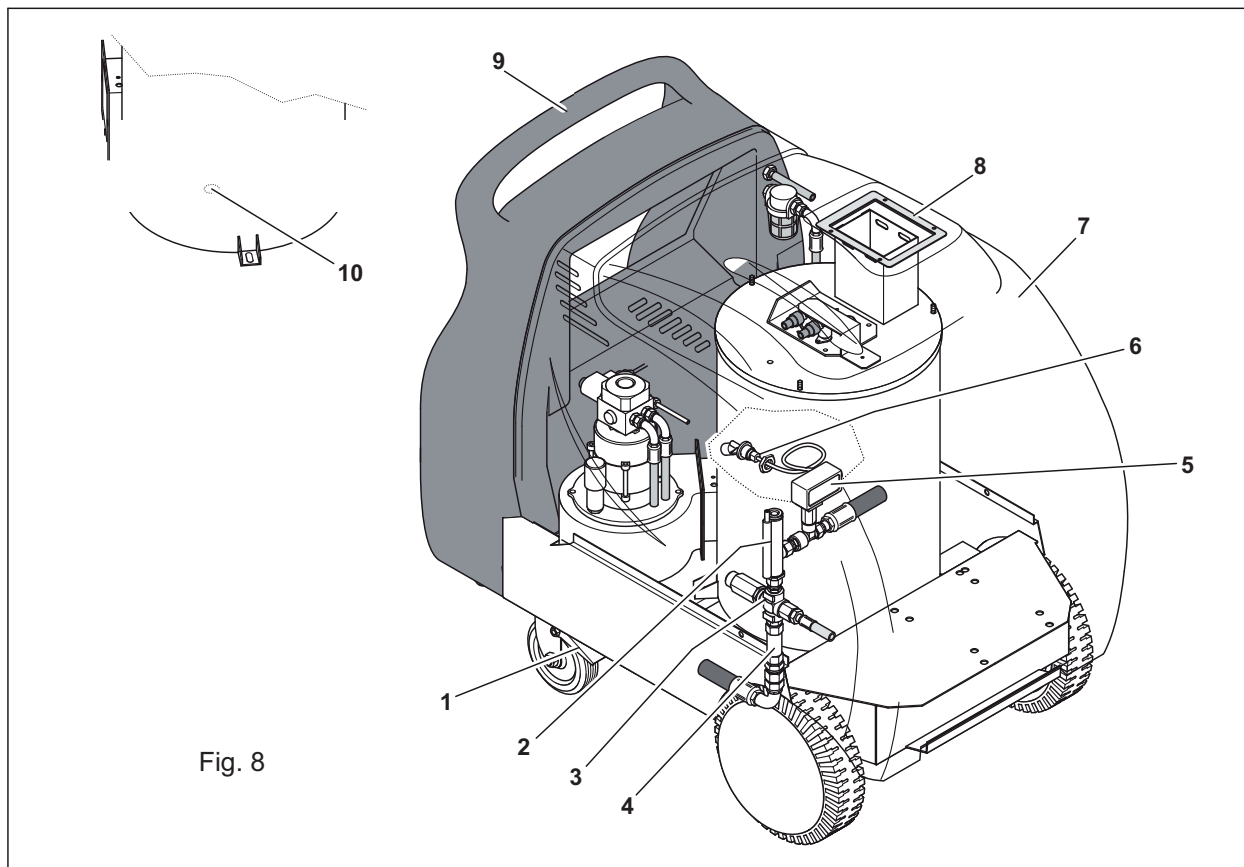

Fig. 8
- 1.7.1 Dispositifs de sécurité contre le manque d'eau:** c'est le pressostat qui est vissé sur la pompe haute pression (fig. 8 pos. 2) et empêche que le brûleur se mette en fonction quand il y a un manque d'eau dans le circuit de chauffage ou de haute pression.
*Version de série:* si pour une raison quelconque un objet est appuyé su le carneau, de larges fentes situées à son extrémité (voir fig. 8 pos. 8) permettent de laisser passer le gaz d'échappement sans créer de situations d'obturation extrêmes avec risque d'explosion ou de mauvaise combustion qui en découlent
La machine est équipée d'un manche de poussée isolé (plastifié) avec deux poignées de protection en caoutchouc aux extrémités (Fig. 8 pos. 9). Cela permet de garantir une plus grande sécurité pendant les déplacements éventuels lors du fonctionnement.
Ce dispositif de sécurité permet d'empêcher que de la chaudière verticale ne se remplisse de gasoil non brûlé : il est composé de deux trous situés sur le fond de la chaudière (Fig. 8 pos. 10). La dislocation et la protection des trous sont telles qu'elles empêchent la sortie de chaleur ou fumées. A travers ces trous, le gasoil qui n'a pas été brûlé peut facilement sortir et permet ainsi d'éviter les dangers d'explosions ou les forts volumes de feu qui normalement entraînent la destruction de toutes les parties inflammables qui composent la machine.
La machine est équipée d'une roue tournante (Fig. 8 pos. 1) avec frein de stationnement qui permet d'empêcher que la machine ne se déplace en cas de stationnement sur superficies inclinées.